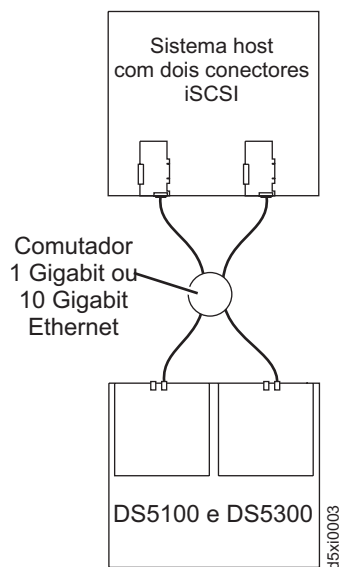

Figura 96. Exemplo de uma configuração de um único host com múltiplas portas
- Configuração de um único host com múltiplas portas, como mostrada na Figura 96 na página 148
A Figura 96 na página 148 mostra um exemplo de configuração de um único host com múltiplas portas. Um sistema que usa múltiplas portas iSCSI pode fornecer melhor desempenho em comparação com uma conexão iSCSI com uma única porta.